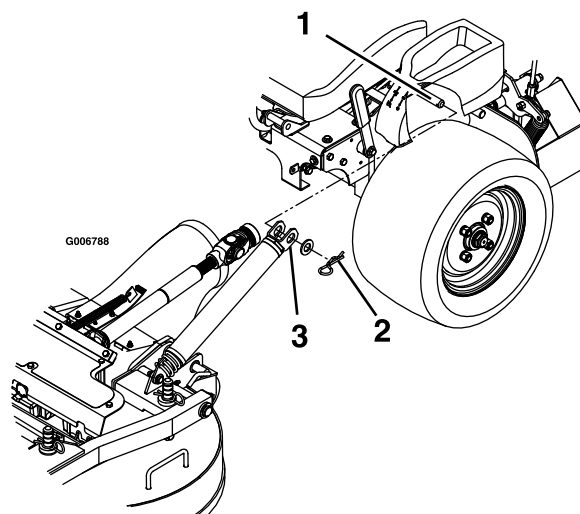

Figure 68
3. Retirez les goupilles fendues et les rondelles sur le haut du ressort d'aide au relevage du tablier de coupe de chaque côté de la machine (Figure 68).
8. Placez les ressorts sur les goupilles d'ancrage sous les consoles gauche et droite, et fixez-les avec une rondelle et une goupille fendue (Figure 68).